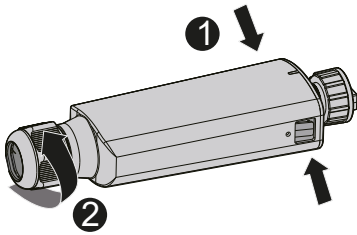

Abb. 29. Verriegelungstasten an der Kommunikationseinheit eindrücken
1. Öffnen Sie die Kommunikationseinheit, indem sie die beiden Verriegelungslaschen am Gehäuse eindrücken. (siehe Abb. 29).